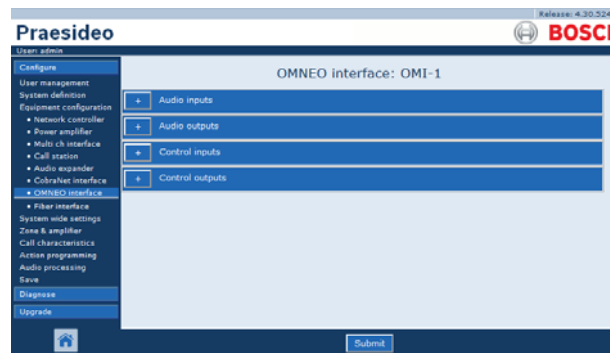

рисунок 44.45: Конфигурирование интерфейса OMNEO, шаг 2
- 2 Щелкните на названии интерфейса OMNEO, который должен быть сконфигурирован. В основной части веб-интерфейса откроется экран, подобный экрану, приведенному на рисунок 44.45.